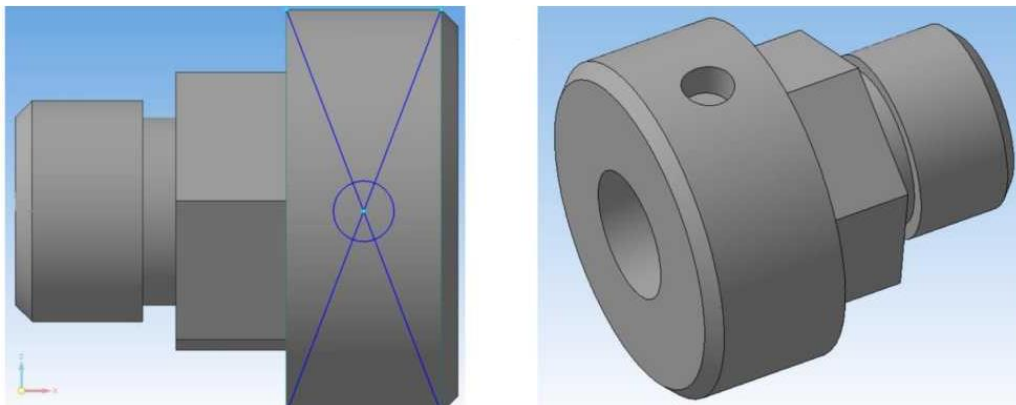

Рисунок 6.
7. плоскость, касательную к цилиндру. Для этого на панели инструментов **Компактная** выбираем **Вспомогательная геометрия 1** и нажимаем кнопку **Касательная плоскость 2**. Для построения плоскости необходимо указать цилиндрическую поверхность **3** и одну из координатных плоскостей, которой будет параллельна вспомогательная плоскость **4** (к примеру, XY). Таким образом, построится плоскость **5**. На новой плоскости строится эскиз отверстия по центру, рисунок 6.